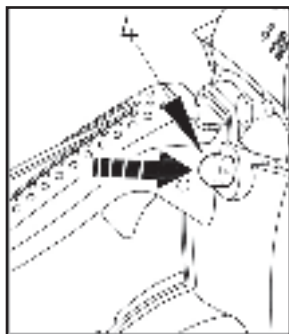

Рис. 8
- Нажимайте на праймер для предварительной подкачки топлива (Рис. 8 поз. 4) до тех пор, пока не увидите, что топливо начало циркулировать в нём (для моделей X 3916, X 4118).
- Вытяните рукоятку дросселя (Рис. 8 поз.5). Воздушная заслонка закроется.